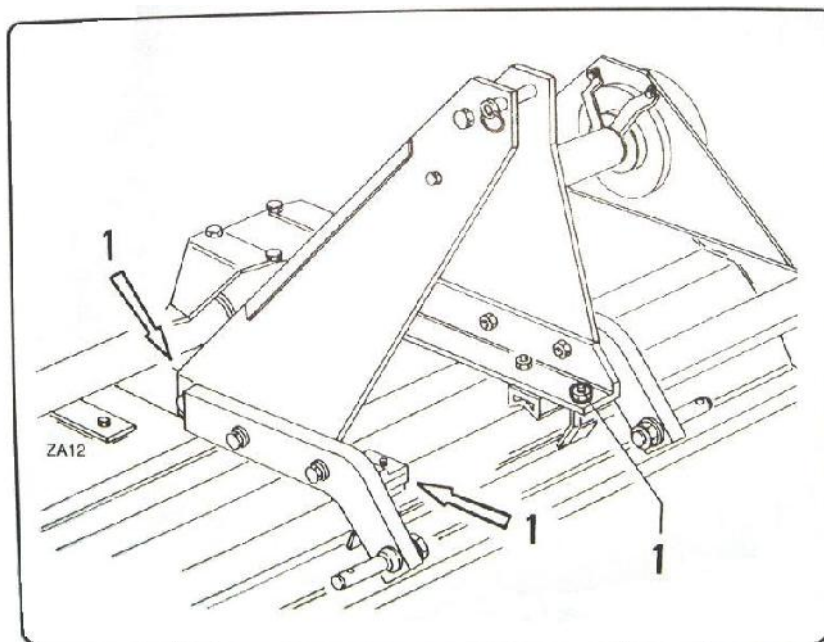

fig. 5.6.3
- - Desserrer le "1" fig.5.6.3 pas les supprimer complètement.